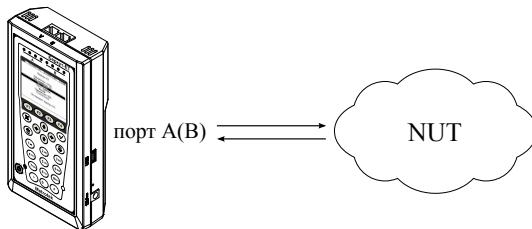
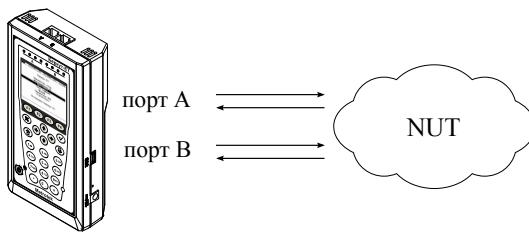

Рис. 7.65. Вариант подключения 1
Рис. 7.66. Вариант подключения 2
Примечание: прибор также может быть подключен к сети с использованием двух портов (см. рис. 7.66). Настройки прибора для данного случая аналогичны описанным настройкам для одного порта.
- Подключить прибор к тестируемой сети в соответствии со схемой, приведённой на рис. 7.65.
1. Подключить прибор к тестируемой сети в соответствии со схемой, приведённой на рис. 7.65 или на рис. 7.66.